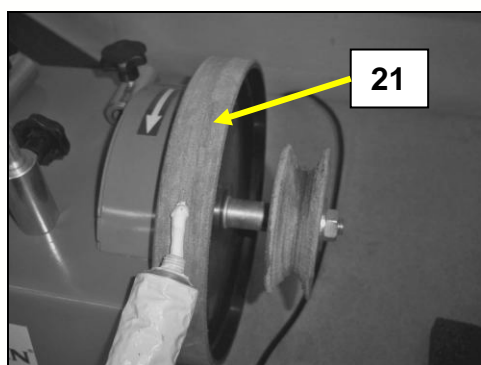

Fig 16
- Imprégnez le disque de démorfilage (21) de pâte à polir sur une longueur d'environ 10 cm (Fig 16).